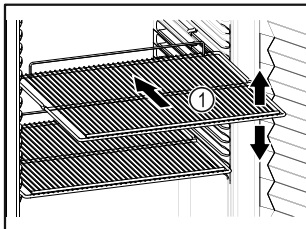

Fig. 49
- Se è possibile spostare i ripiani Fig. 49 (1), regolarli in altezza.